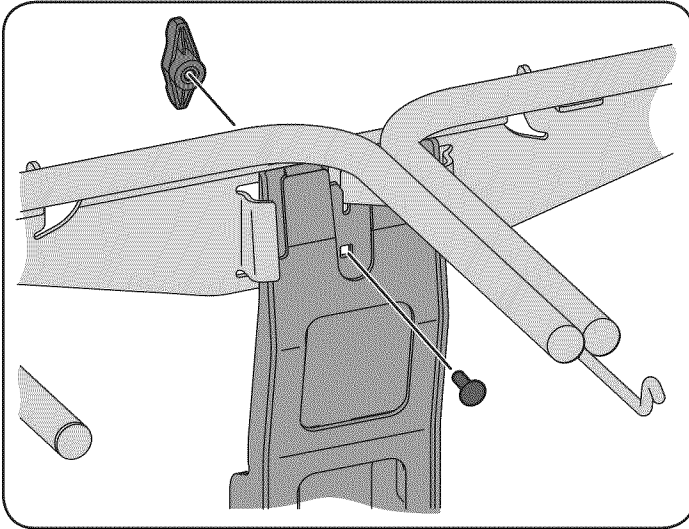

Figure 36
7. Instale el conjunto del gancho en el soporte de soporte vertical con un perno de carro (710-0276) y el pomo de mariposa (720 a 04.122) de hardware paquete 689-00312. ver Figure 36.